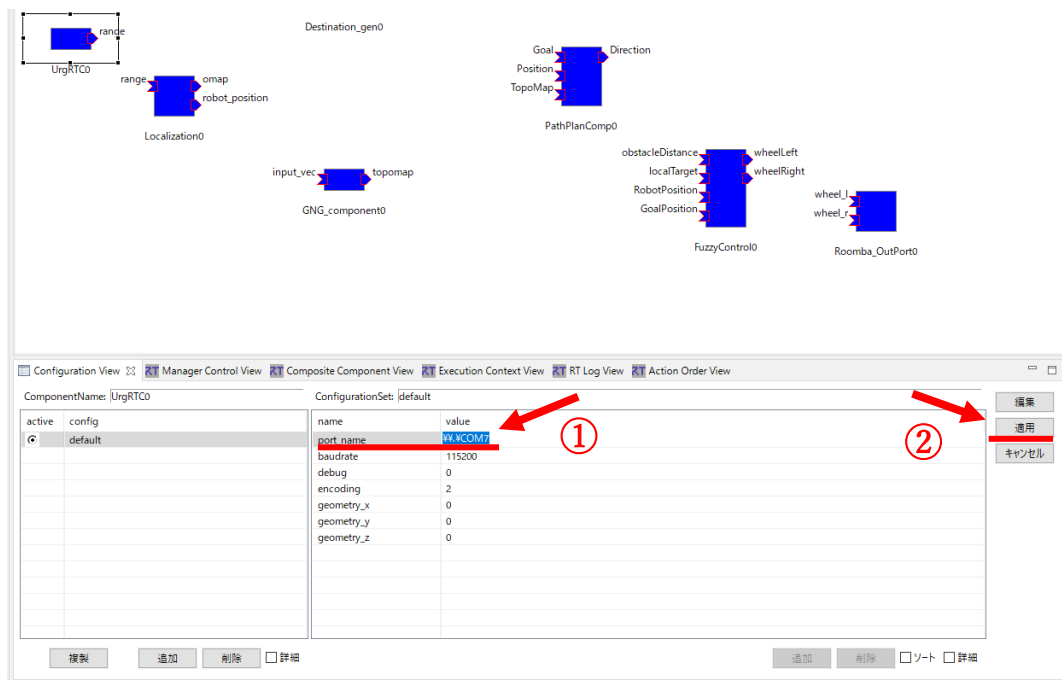
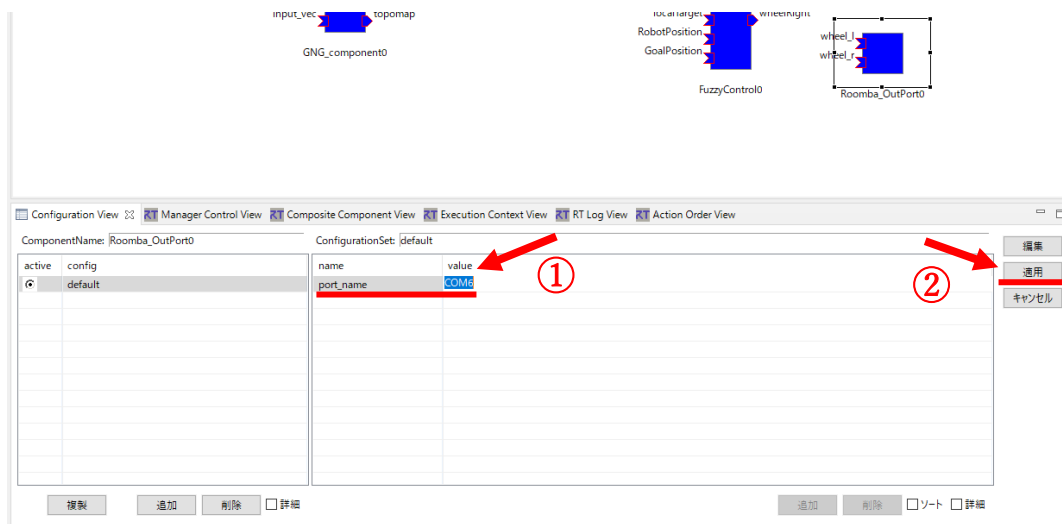

図 33 "UrgRTC0" の Configuration ポート変更画面
図 34 "Roomba_OutPort0" の Configuration ポート変更画面
- ⑪ 図 33 および図 34 のように[System Editor]上で，[UrgRTC0]と[Localization0]，[Roomba_OutPort0]は画面中央下部の[Configuration View]で Configuration ポートのデータを変更できる。基本的に変更しないが，[UrgRTC0]と[Roomba_OutPort0]の[port_name]を適切なポート名に変更する必要がある。